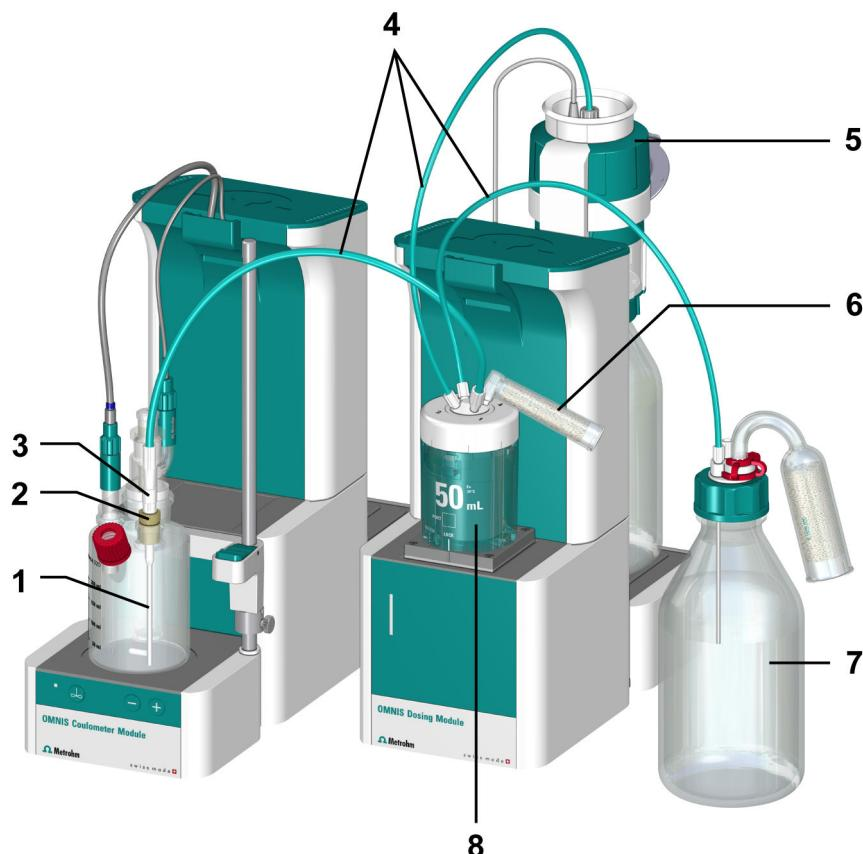

Figura 8 Recambio de reactivo con OMNIS Dosing Module – Ejemplo
- (*véase figura 8, página 41*)